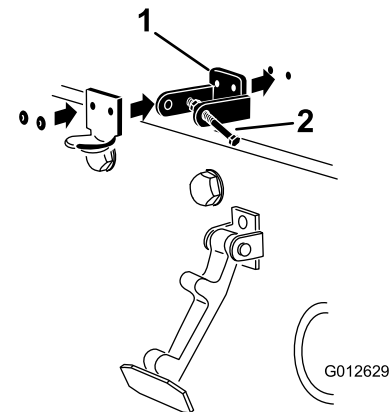

Figura 7
6. Rivettate le staffe e le rondelle al cofano (Figura 7).